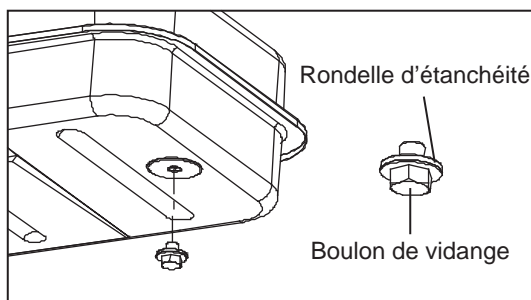

Figure 6. Boulon de vidange
3. À l'aide de la douille de $\frac{3}{4}$ po ou de la clé à molette, remplacez le boulon de vidange sur le réservoir à combustible. (Voir figure 6.)